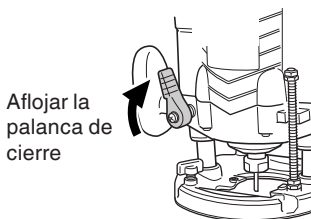

Fig. 5
- ③ Afloje la palanca de cierre y presione el cuerpo de la herramienta hasta que la broca toque la superficie plana. Apriete la palanca de cierre en este punto. (Fig. 5)